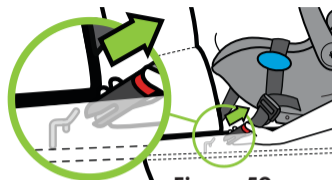

Figure 59
- Appuyez et maintenez le bouton de déverrouillage rouge en tirant sur le connecteur du DUA comme indiqué dans la **Figure 59**.